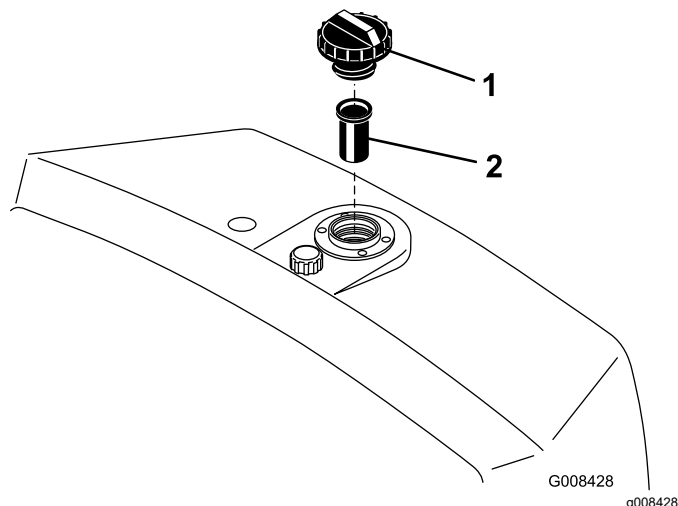

Figura 50
2. Retire a tampa do reservatório e verifique o nível do fluido. O fluido deve chegar à parte inferior do filtro no tubo de enchimento (Figura 50).